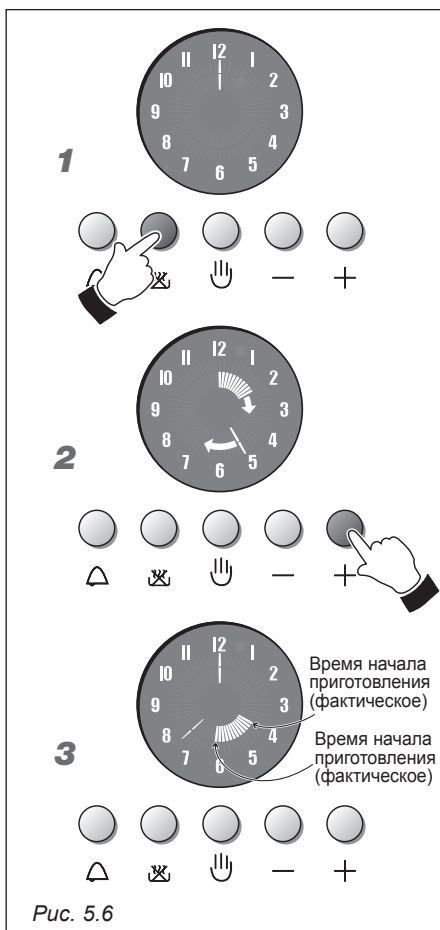

Рис. 5.6
ПОЛУАВТОМАТИЧЕСКОЕ ПРИГОТОВЛЕНИЕ (Рис. 5.6)
1. Рис. 5.6 – Для того чтобы задать время приготовления (не более 6 часов), нажмите на кнопку , светящиеся стрелки электронных часов погаснут, и загорится светящаяся стрелка, указывающая на 12.
2. Рис. 5.6 – В течение 7 секунд нажмите на кнопку , на дисплее загорится другая светящаяся стрелка (как секунды и минуты). Каждому увеличению на одну дополнительную стрелку внутреннего круга соответствует одна минута. Более того, по прошествии каждых 12 минут загорается светящаяся стрелка внутреннего круга (5 светящихся стрелок соответствуют часу). Для уменьшения необходимого времени нажмите на кнопку .
3. Рис. 5.6 – Через 7 секунд автоматически загорятся стрелки внутреннего круга, на дисплее будет указано оставшееся время приготовления.
АВТОМАТИЧЕСКОЕ ПРИГОТОВЛЕНИЕ (Рис. 5.6)